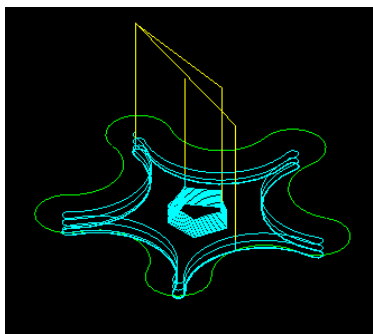

图 1-36 平面多次铣削刀具路径
6) 平面多次铣削刀具路径如图 1-36 所示。将本例保存为“外形 3.mc9”，实体切削验证与例 1-4 相同。